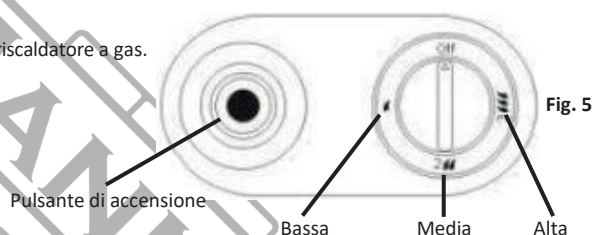

Fig. 5
Manopola di regolazione del gas (Fig. 5)
Pulsante di accensione piezoelettrico (Fig. 5)
- Aprire la bombola del gas ruotando la valvola della bombola a sinistra. Ruotare la manopola di regolazione del gas sul riscaldatore in posizione "Low" (bassa) (fig. 5).
- Tenendo premuta la manopola di comando, premere il pulsante di accensione piezoelettrica (fig. 5) 2 o 3 volte. Ogni volta che si preme il pulsante di accensione piezoelettrica si sente uno scatto e si vede una scintilla sul bruciatore pilota.
- Ruotare la manopola di controllo del gas in posizione "Low" (bassa) (fig. 5) e chiudere la valvola della bombola del gas ruotando la manopola sulla bombola a destra.